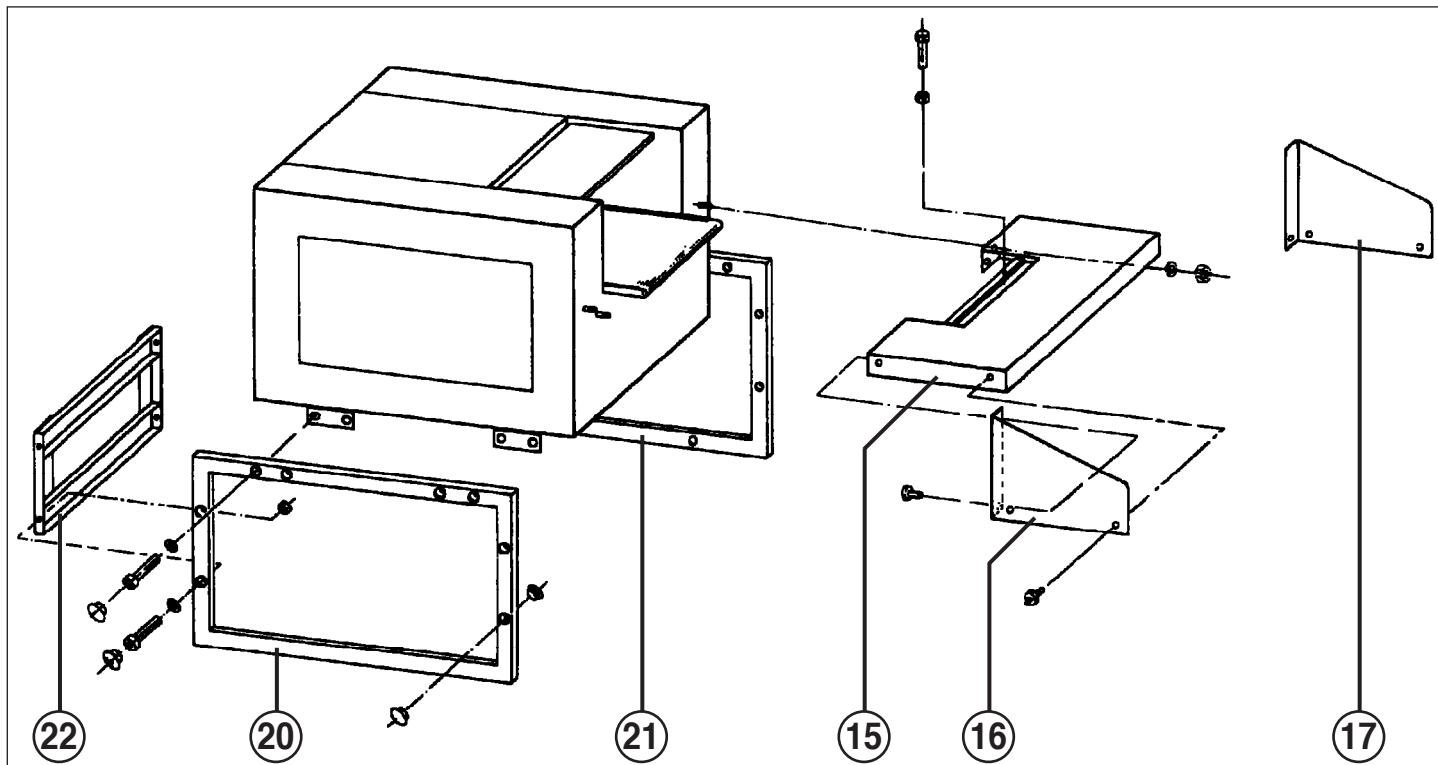

Fig. 1
- 15 = Mesa (fig. 1)
- 16 = Ângulo de protecção à esquerda (fig. 1)
- 17 = Ângulo de protecção à direita (fig. 1)
- 20 = Quadro à esquerda (fig. 1)
- 21 = Quadro à direita (fig. 1)
- 22 = Chapa intermediária (fig. 1)
SUPORTE DE BASE (fig. 1 e 2):
MONTAGEM DA MESA (15) (fig. 1):
4. Conduzir o cabo de corrente da ripa de emergência-desligação (14) pela luva em frente na parte lateral e esquerda da caixa e pela união roscada de cabos em baixo, na caixa de distribuição para dentro da caixa de distribuição, e ligar ali a perna azul ao borne 20 e a perna castanha ao borne 19.
ÂNGULOS DE PROTECÇÃO (fig. 1):